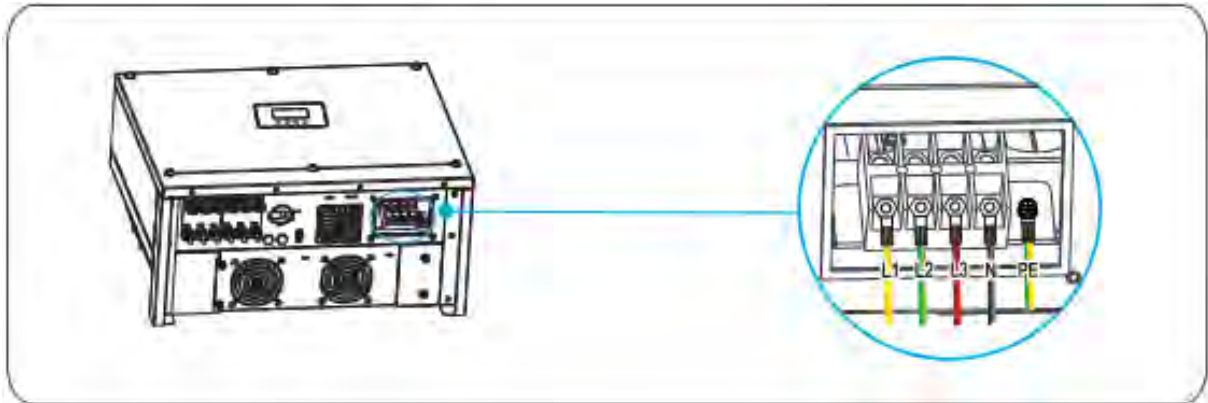

Figura 5.6 - Serrare il filo CA
Passo 3 Allentare le quattro viti di bloccaggio sullo sportello dell'USCITA CA e collegare L1, L2, L3, N e PE attraverso il coperchio dei morsetti dell'USCITA CA alla morsettiere; utilizzare un cacciavite per serrare le viti a una coppia di 3Nm come mostrato nella Figura 5.6.